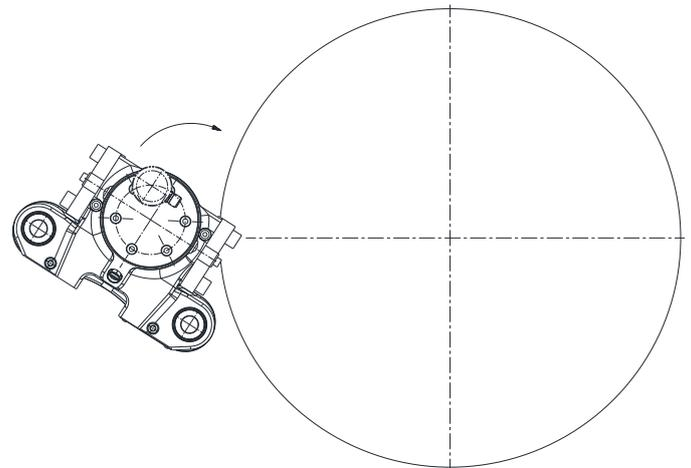

Bild 9
**Zur leichteren Montage können Sie die Position der Bremse zunächst mit nur einer Schraube fixieren. Schwenken Sie die Bremse so weit ein, bis auch die restlichen Schrauben eingesetzt werden können (siehe Bild 9).**